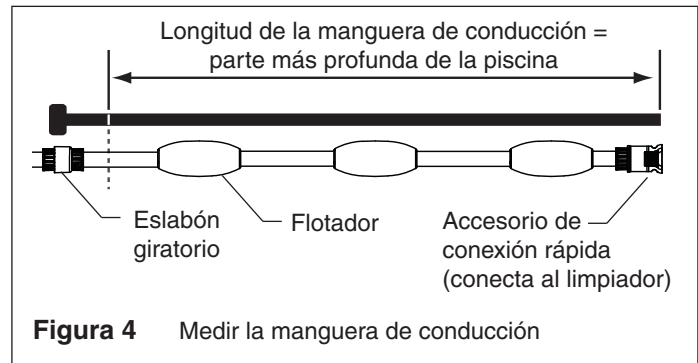

Figura 4 Medir la manguera de conducción
2. Si la profundidad de la piscina es menor a 10 pies [3 metros], desconecte la manguera de plomo gris claro suave sección primera etiqueta válvula de respaldo con eslabón giratorio. Corte la manguera de conducción de manera tal que la longitud sea igual a la parte más profunda de la piscina. Véase **Figura 4**.